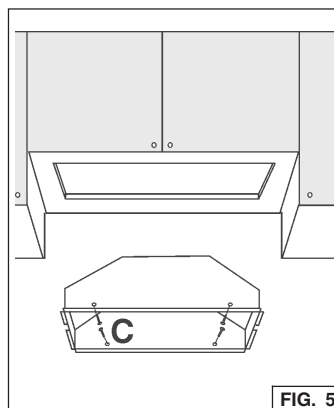
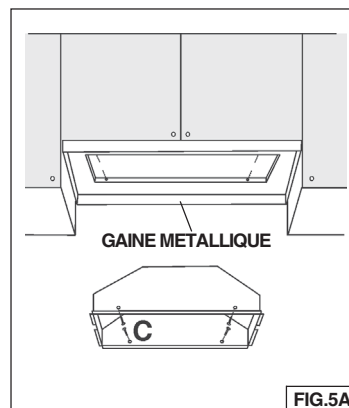

FIG. 5
FIG. 5A
4. **NOTE :** Pour les installations où le module se trouve à moins de 30 po au-dessus du plan de cuisson, il est recommandé de le monter dans un revêtement d'armoire en métal ou dans un matériau incombustible. Cette précaution facilitera le nettoyage et protégera l'armoire (Fig. 5A).
6. Placer la hotte dans le meuble (Fig. 5) ou dans la gaine en métal (Fig. 5A) et la fixer à l'aide (4) des vis « C » de montage pour tôle.
(Fig. 5 – installation arrière en bois – épaisseur recommandée 1/2"-3/4").